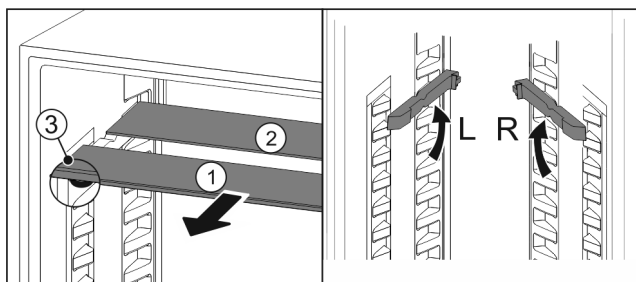

Fig. 73
- ▶ Wyciągnąć Fig. 73 (1) pojedynczo półki szklane do przodu.
- ▶ Płyta szklana Fig. 73 (1) z listwą ozdobną znajduje się z przodu.
- ▶ Stopery Fig. 73 (3) wskazują w dół.